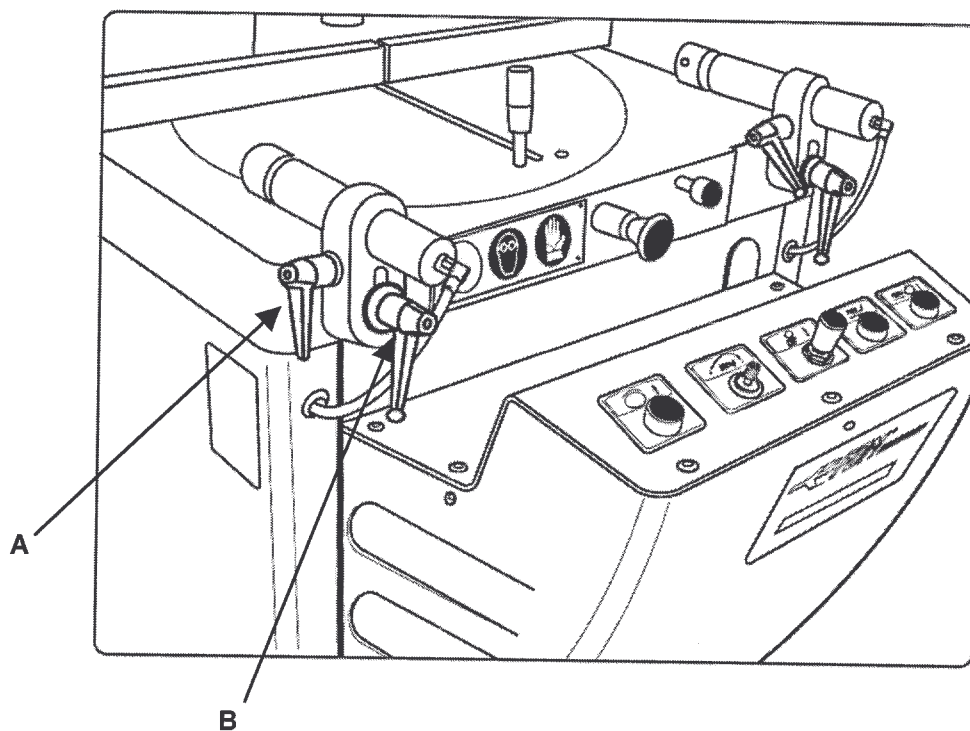

Fig. 09-03
9.2 POSIZIONAMENTO MORSE ORIZZONTALI (Fig. 09-03)